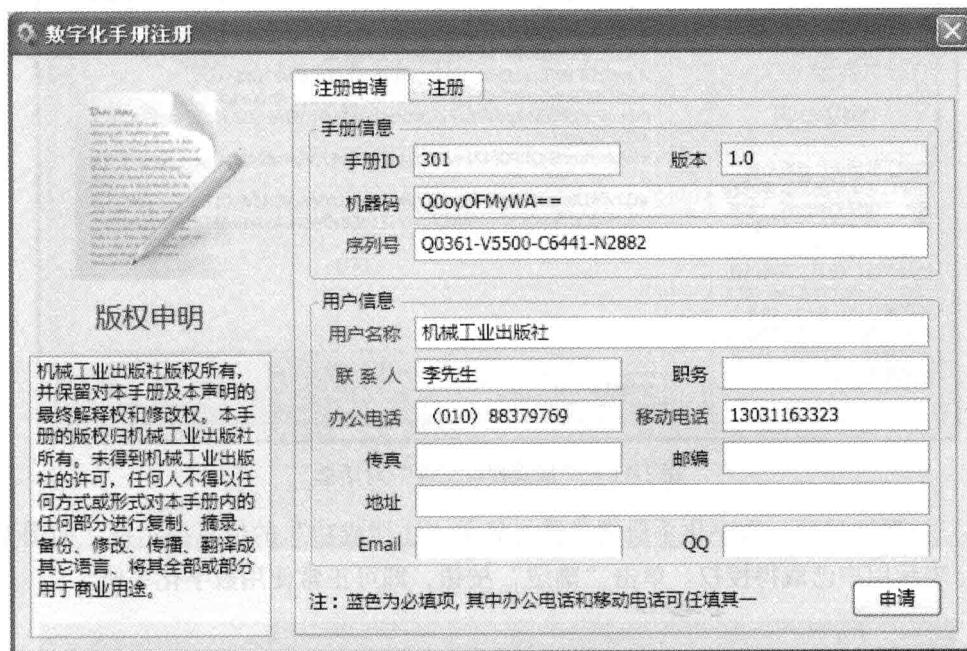

图 1-10 “数字化手册注册申请”对话框
1) 在系统自动弹出的“数字化手册注册申请”对话框（见图 1-10）中（如果该对话框被关闭，用户可通过工具条上的“属性”按钮弹出属性窗口，单击“授权”窗口上的“立即注册”标签重新打开注册对话框）输入手册序列号、用户（单位）名称、联系人、联系电话、地址、E-mail 等信息。其中手册序列号、用户（单位）名称、联系人为必填项，办公电话和移动电话可填其一。